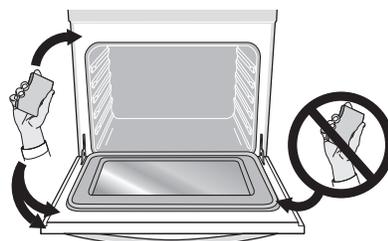

Figure 34 : Zones à nettoyer et à ne pas nettoyer (joint)
- Ne vaporisez pas de nettoyants pour four ou de revêtement de protection pour four dans ou autour d'une partie quelconque de la cavité du four. Nettoyez la saleté qui se trouve sur le cadre de la porte du four, autour du joint et la petite surface située au centre, à l'avant de la sole du four (Figure 34). Ces zones chauffent suffisamment pour que la saleté y brûle. Nettoyez-les avec de l'eau savonneuse avant de lancer l'autonettoyage.